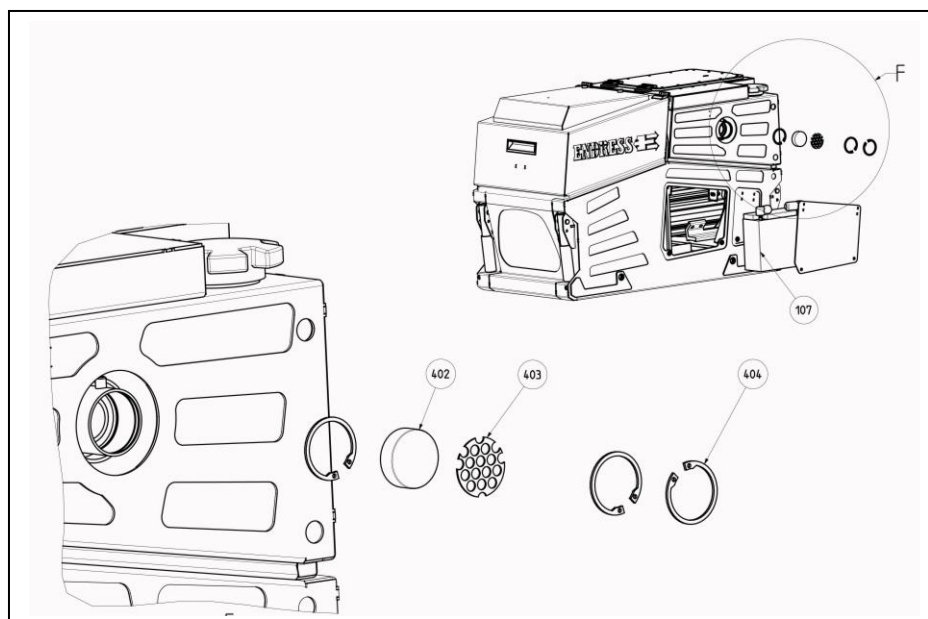

Abb. 10.4
9. Entfernen Sie die Sicherungsringe von der Abgasaustrittsöffnung der Abgasseite des Stromerzeugers (Abb.10.4, 404).
10. Entnehmen Sie das Lochblech von der Abgasseite des Stromerzeugers (Abb. 10.4, 403).